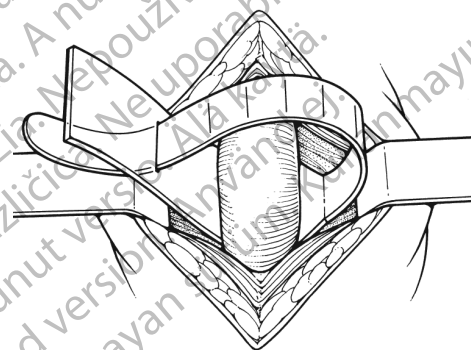

Figura 4-7. Măsurați circumferința uretrală
3. Plasați dispozitivul de dimensionare pentru manșon (sau drenul Penrose) în jurul uretrei, acolo unde urmează a fi implantat manșonul. Acesta trebuie să se poziționeze fix, fără a comprima uretra. (**Figura 4-7**)